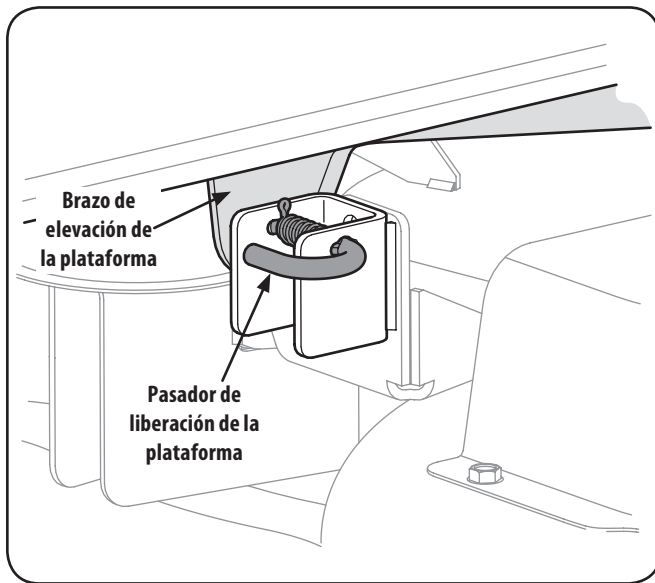

Figura 7-6
- Ubique los pasadores de liberación de la plataforma del lado izquierdo y del lado derecho que se encuentran a cada lado de la plataforma. Tire de los pasadores de liberación hacia afuera y suelte la plataforma de los brazos de elevación del lado derecho e izquierdo de la plataforma. Consulte la Figura 7-6.
- Tire de los pasadores de liberación de la plataforma hacia afuera y ubique la plataforma según sea necesario para alinear los orificios de los brazos de elevación de la plataforma con los pasadores. Consulte la Figura 7-6.
- Vuelva a instalar la varilla de elevación delantera de la plataforma y sujétela en su lugar con el pasador de chaveta. Consulte la Figura 7-6.